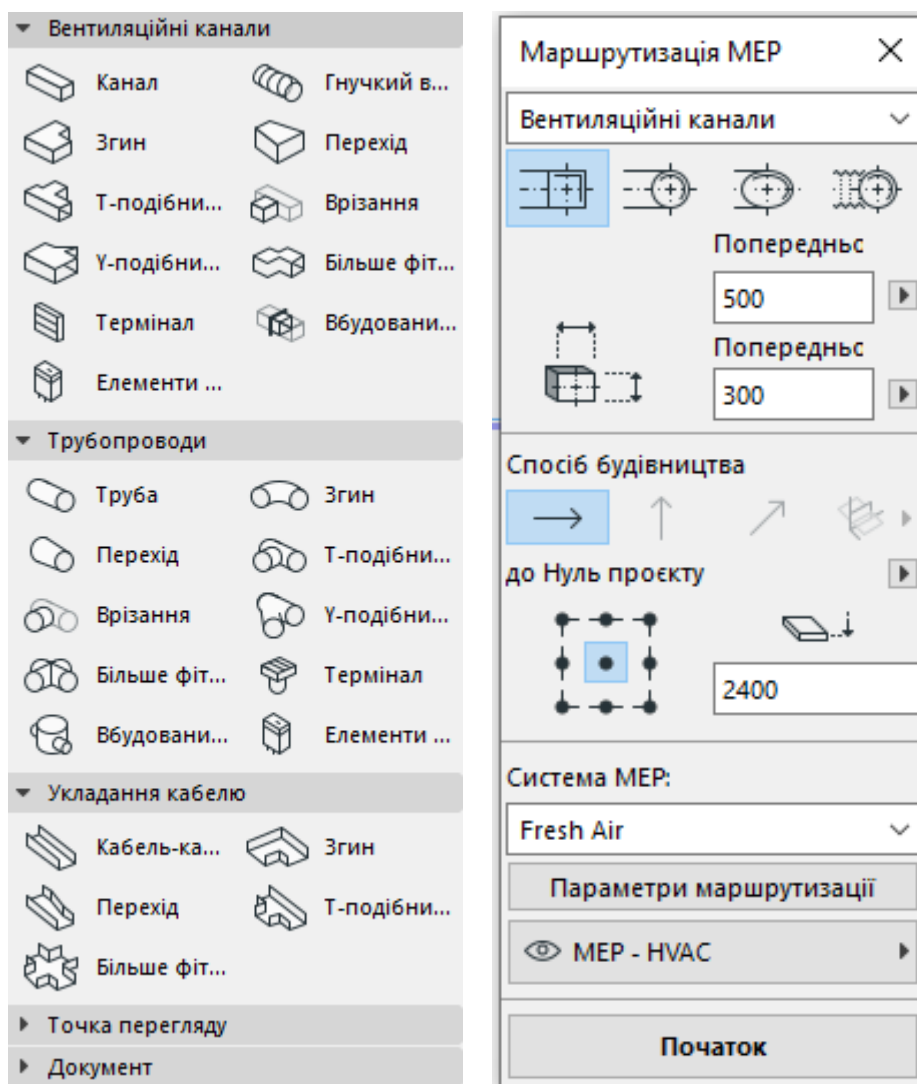

Рисунок 4.2 – Табло команд та панель трасування Інженера MEP
•В Табло Команд Інженера MEP розташовуються команди MEP, що найчастіше використовуються (рис.4.2):